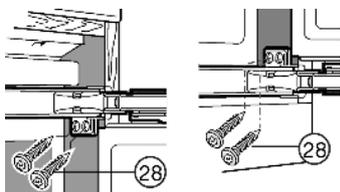

Fig. 17
- ▶ На обеих дверцах прикрутите винтами для стружечной плиты Fig. 17 (28) вверх и вниз через серьги шарнира.